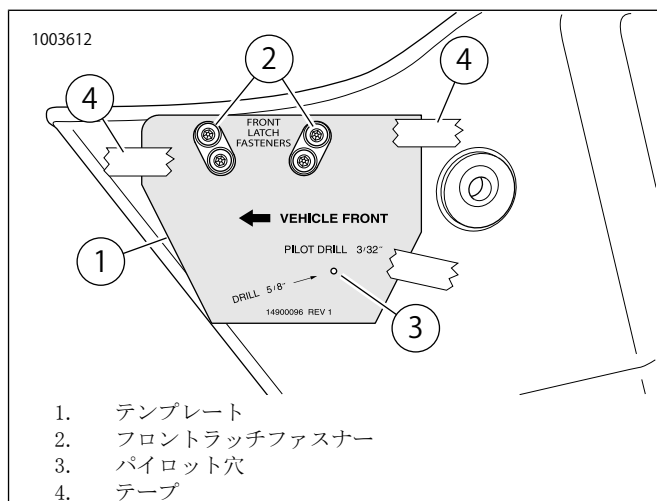

図1. テンプレートとサドルバッグ
1. 図1を参照してください。サドルバッグの外側の前部にテンプレート(1)を置きます。テンプレートの楕円形の穴がフロントラッチファスナー(2)にはまります。テンプレートをテープ(4)で固定します。